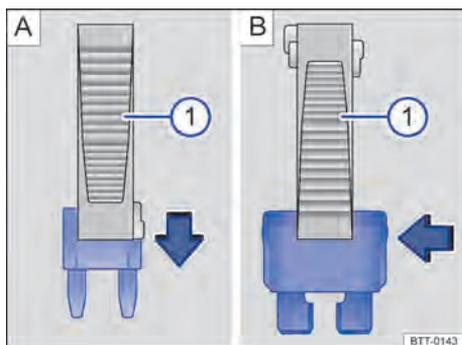

Fig. 148 Quitar o instalar un fusible con la garra de la pinza de plástico ①.
- De ser necesario, retire la pinza de plástico → fig. 148 ① del soporte. El soporte se encuentra en la parte trasera de la caja de fusibles cerca de la toma de diagnóstico.
- En caso de *fusibles pequeños*, encajar la garra ① por encima → fig. 148 A.
- En caso de *fusibles mayores*, empujar la garra ① lateralmente sobre el fusible → fig. 148 B.
- Si el fusible está quemado, sustituir el fusible por uno nuevo de la *misma* intensidad de corriente (mismo color e inscripción) y del *mismo* tamaño → ①.